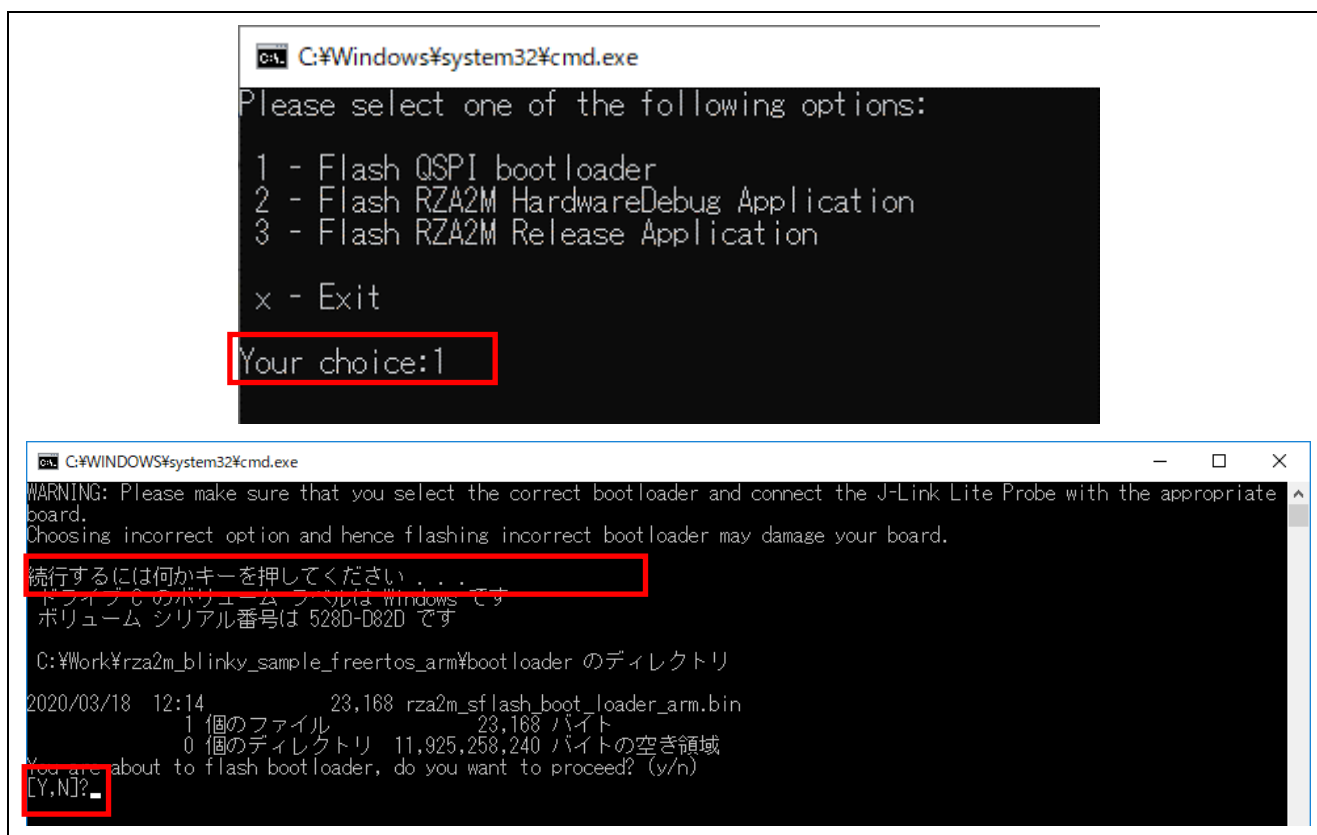

図 3-10 ブートプログラムのダウンロード(1/2)
- このステップは、一度だけ実行する必要があります。初期状態のボードでは、一度ブートプログラムをダウンロードする必要がある為、「1」を入力し、リターンキーを入力します。その後1度キー入力を行い、「[Y,N]?」と表示されたら「y」を入力します(図 3-10)。